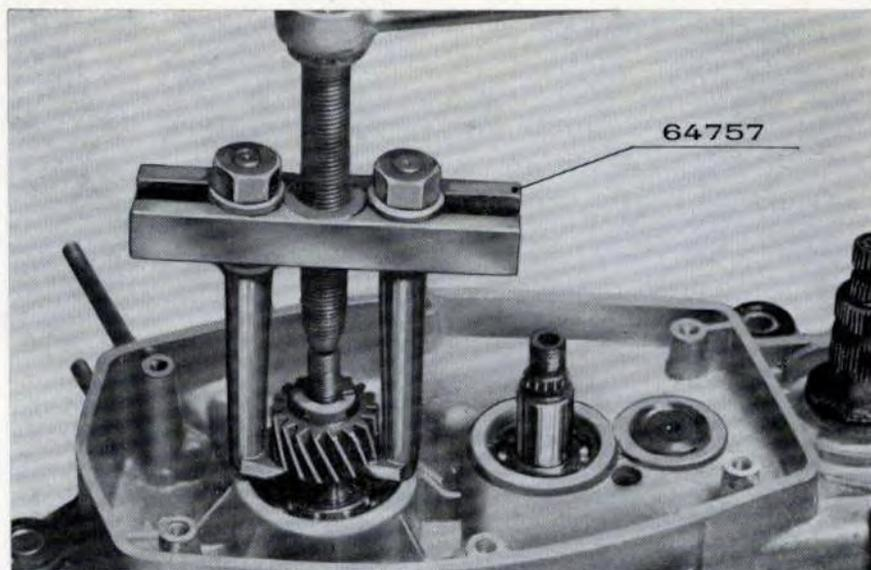

Fig. 8 - Come estrarre il pignone motore usando l'attrezzo 64757
12. Fig. 8 - Usando l'estrattore 64757 agendo sulla vite centrale dell'estrattore stesso, con chiave da mm. 19 sfilare il pignone dell'albero motore.